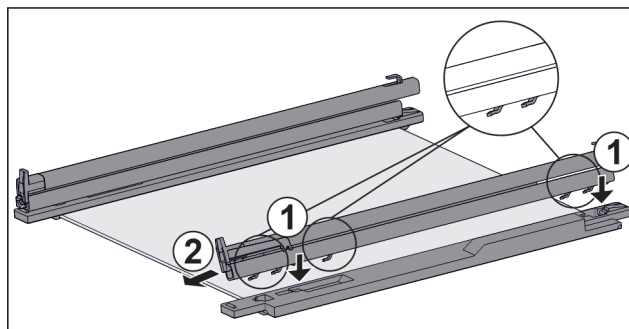

Fig. 114 Płyta szklana z szynami i elementami mocującymi
- Założyć haki szyny w otworach **lewego** elementu mocującego. Fig. 114 (1)
- Pociągnąć szynę do przodu. Fig. 114 (2)
- Założyć haki szyny w otworach **prawego** elementu mocującego. Fig. 114 (1)